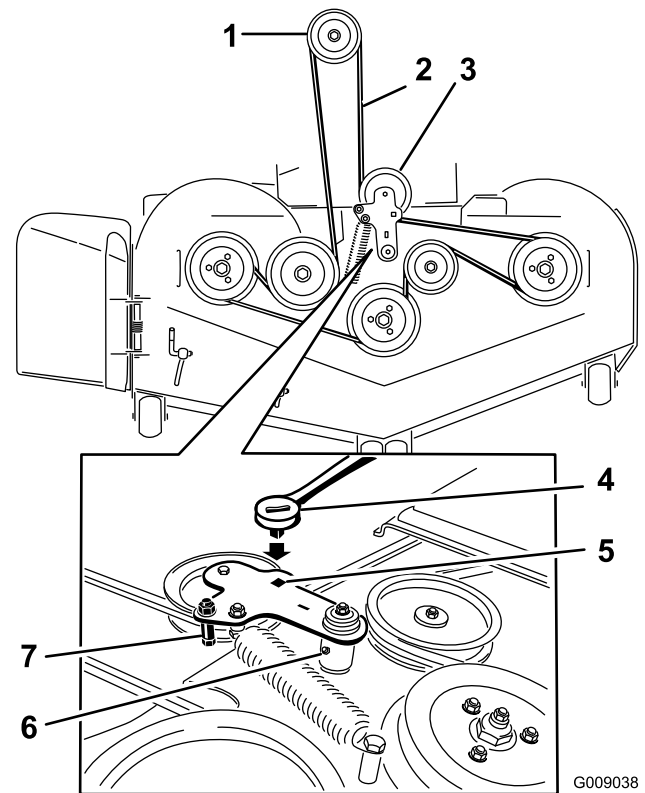

Figure 82
5. Insérez un rochet dans le trou carré du bras de la poulie de tension pour détendre le ressort de la poulie de tension (Figure 82).
7. Enlevez le guide-courroie situé sur le bras de la poulie de tension rappelé par ressort (Figure 82).
9. Acheminez la courroie neuve autour des poulies du tablier de coupe et de la poulie d'embrayage, sous le moteur (Figure 82).
10. Montez le guide-courroie sur le bras de la poulie tension (Figure 82).
11. Insérez le rochet dans le trou carré et montez le ressort de la poulie de tension (Figure 82).